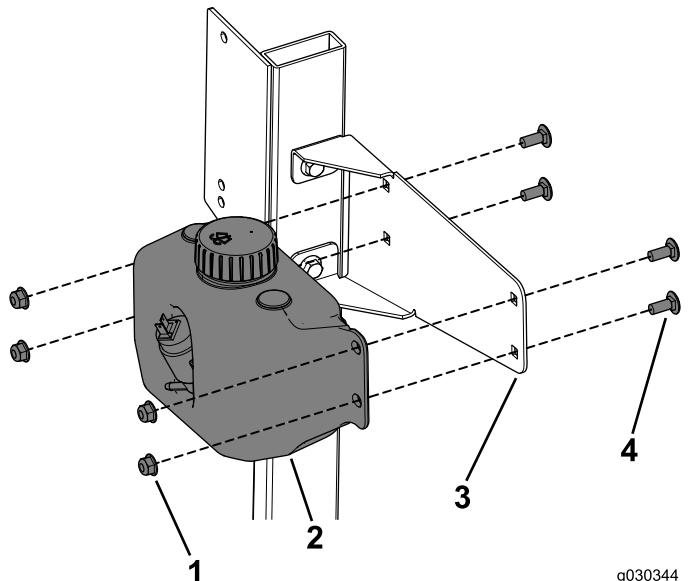

Figure 26
- Fixez le réservoir de lave-glace sur son support au moyen de 4 boulons de carrosserie (5/16 x ¾ po) et 4 écrous à embase (Figure 26).